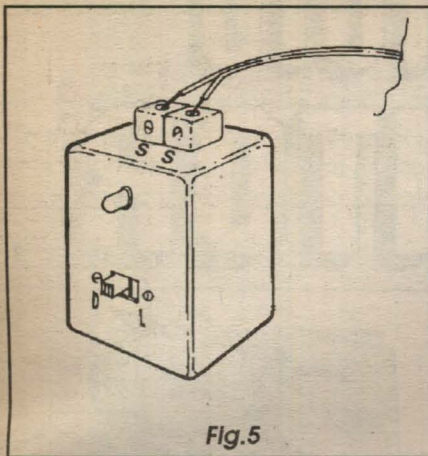

Fig. 5
- **FIG. 5 - SUGESTÃO PARA CAIXA DO CIRCUITINHO...** - São muitas as possibilidades práticas e estéticas para o encapsulamento do circuito... A figura mostra *uma* das soluções, que nos parece simples e funcional, ficando a plaquinha dentro de um *container* plástico padronizado (que poderá conter as pilhas ou bateria, e até a eventual fontezinha de alimentação ligada à C.A. local...), sobressaindo frontalmente apenas o LED *pisca* e o interruptorzinho da alimentação C.C.. No topo, nos fundos ou numa das laterais da caixinha, poderão ficar os contatos S-S, eventualmente na forma de um par de conectores parafusáveis tipo *Sindal*, conforme sugere a figura, tornando bastante prática a ligação com a lâmpada e C.A. Enfatizamos que parte do circuito operará sob tensões, correntes e potências elevadas (do TRIAC para os pontos S-S, notadamente...) e que assim as ligações, tanto internas quanto externas à caixa, deman-